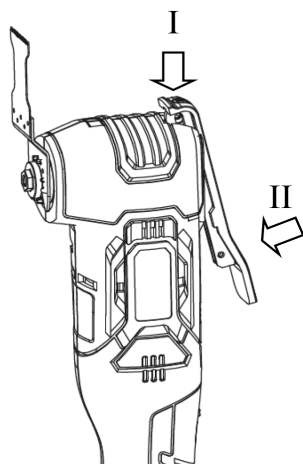

Рис. 9
4. Націсніце рычаг зверху і прыцісніце яго да корпуса інструмента (Рис. 9).